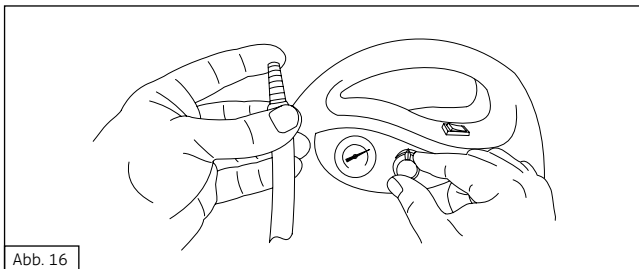
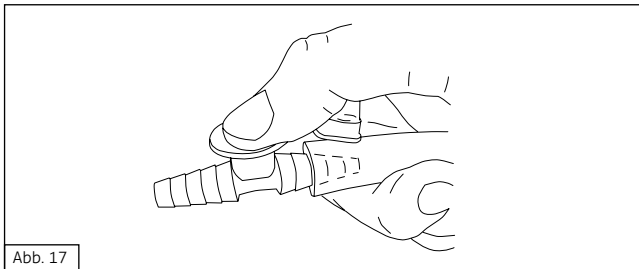

Abb. 16
Abb. 17
2. Halten Sie die Öffnung des Absaugerschlauchs (Abb. 16) und des Fingertips (Abb. 17) zu.
2. Steuern Sie den Absaugvorgang und das gewünschte Vakuum mit der Nebenluftöffnung am Fingertip (Abb. 17).